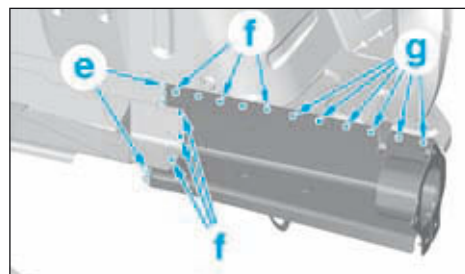

FIG.193
- Souder puis meuler les soudures par (**Fig193**) :